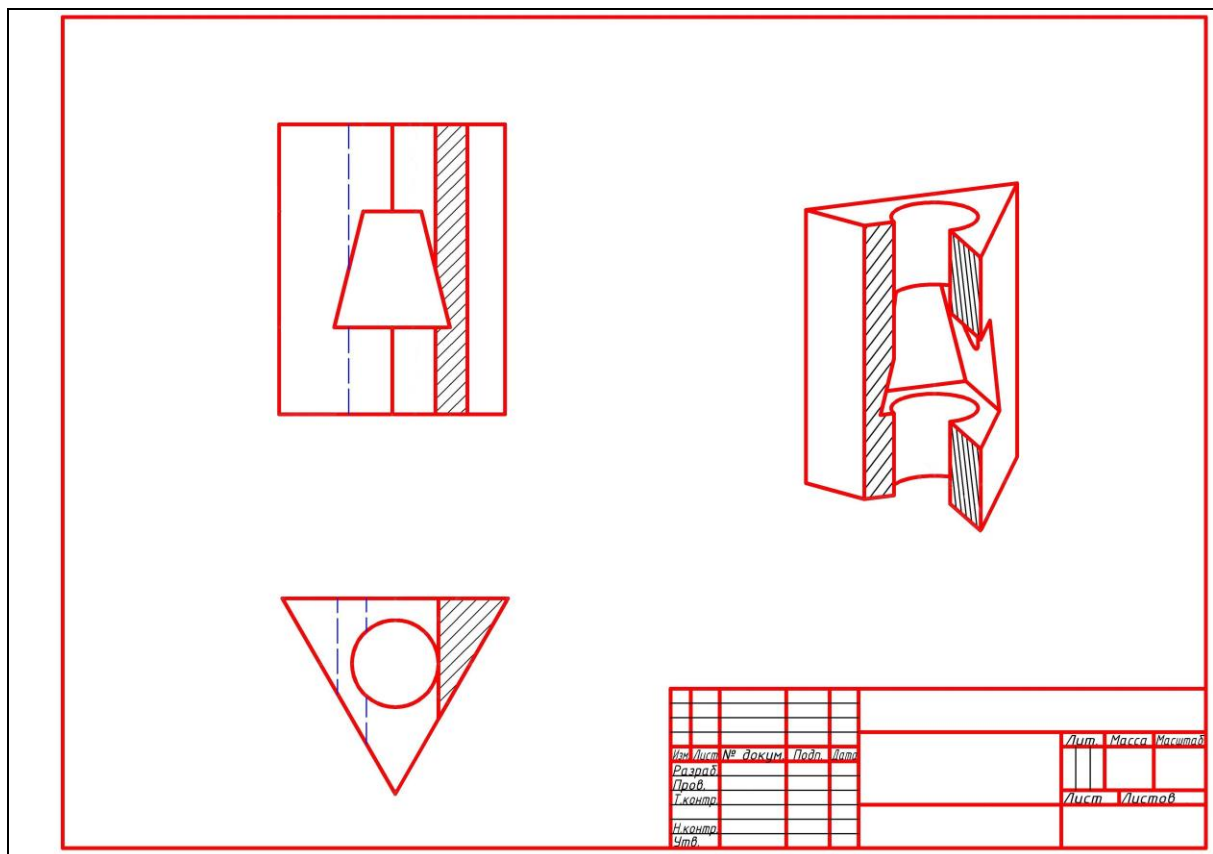

Рис. 11. Компонировка чертежа «Разрезы» по индивидуальному варианту
1) выполнить компоновку изображений чертежа твердотельной модели, выполненного по индивидуальному варианту - видовых экранов для проекций вида спереди, вида сверху, горизонтального и фронтального разрезов, диметрической проекции (рис. 11);